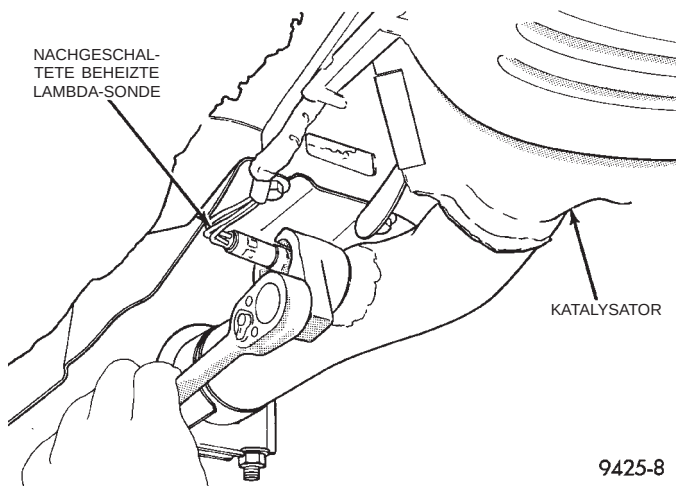

Abb. 81 Aus- Einbau, nachgeschaltete beheizte Lambda-Sonde
(1) Das Fahrzeug anheben.
(2) Den Steckverbinder von der Lambda-Sonde abziehen.
(3) Den Kabelbaum der Lambda-Sonde von den Halteclips an der Karosserie abziehen.
(4) Die Lambda-Sonde mit einem verstellbaren Gelenkschlüssel für Lambda-Sonden, wie z.B. das Snap-On-Spezialwerkzeug YA8875 oder einem gleichwertigen Werkzeug ausbauen (Abb. 81).